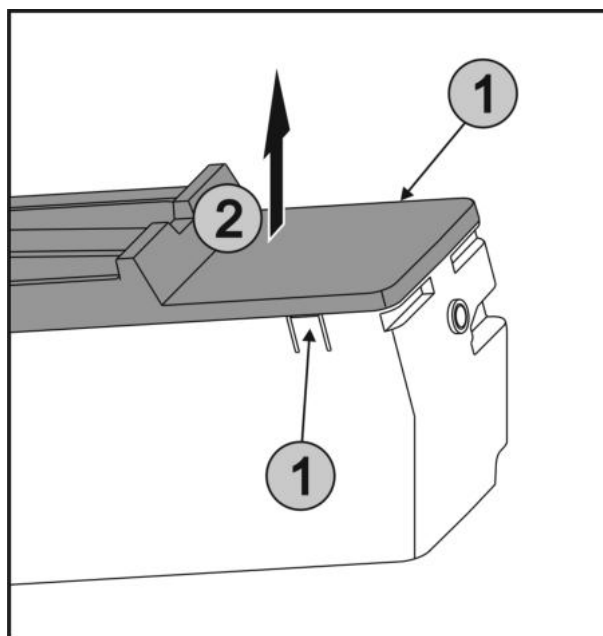

Fig. 49
- ▶ Натиснете едновременно езичетата Fig. 49 (1) от двете страни на EasyTwist-Ice и свалете капака Fig. 49 (2) нагоре.